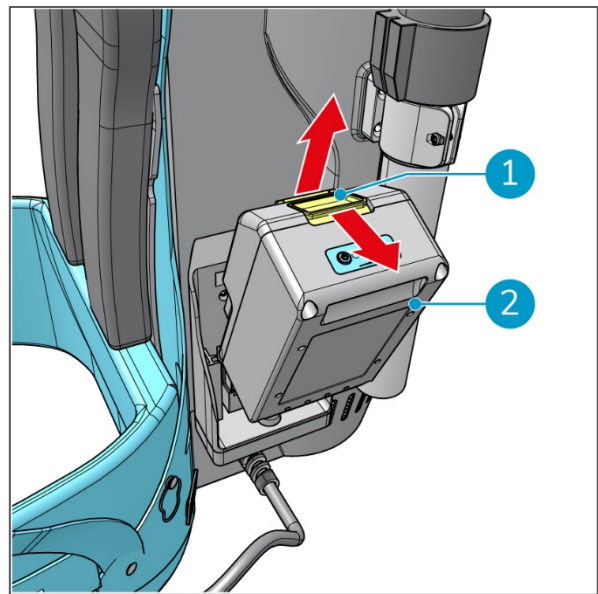

Figura 20
1. Prima o botão amarelo da bateria (Figura 20, posição 1) para a desbloquear.
2. Puxe a bateria para fora (Figura 20, posição 2).